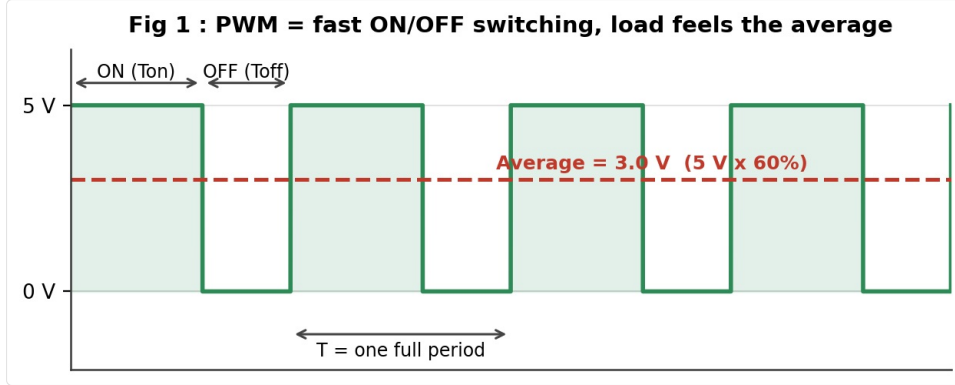

Fig 1 — দ্রুত ON/OFF সুইচিং, আর লোড অনুভব করে তার গড় মান।
- ৩। PWM আসলে কীভাবে কাজ করে (Fig 1)